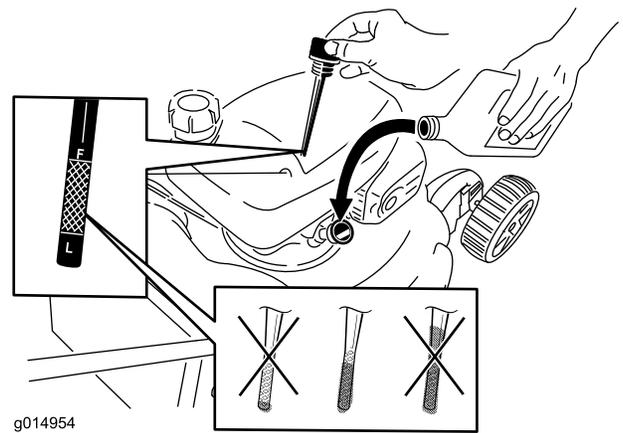

Bild 10
2. Nehmen Sie den Peilstab heraus und prüfen Sie den Ölstand (Bild 10). Wenn der Ölstand unter der **Nachfüll**-Marke ist, gießen Sie **langsam** Öl in den Einfüllstutzen, um den Ölstand auf die **Voll**-Marke am Peilstab anzuheben. **Füllen Sie nicht zu viel ein.** (Max. Füllstand: 0,55 l, **Sorte: Waschaktives SAE 30-KFZ-ÖL** mit der Klassifizierung SL, SM oder höher durch das American Petroleum Institute (API.) SAE 10W30 kann statt SAE 30 verwendet werden.
1. Nehmen Sie den Peilstab heraus und wischen Sie ihn ab. Stecken Sie ihn dann ganz ein (Bild 10).